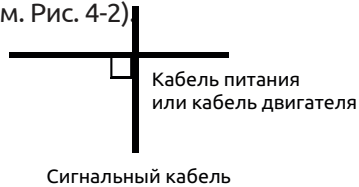

Рис. 4-2 Требования к электрическим подключениям
(5) Нельзя прокладывать силовой кабель (R, S, T, U, V, W) параллельно сигнальному кабелю, а также объединять их в жгуты. Расстояние между ними должно быть более 20~60 см (в зависимости от номинальной силы тока). Если их пересечение неизбежно, то оно должно образовывать угол, близкий к 90° (см. Рис. 4-2)